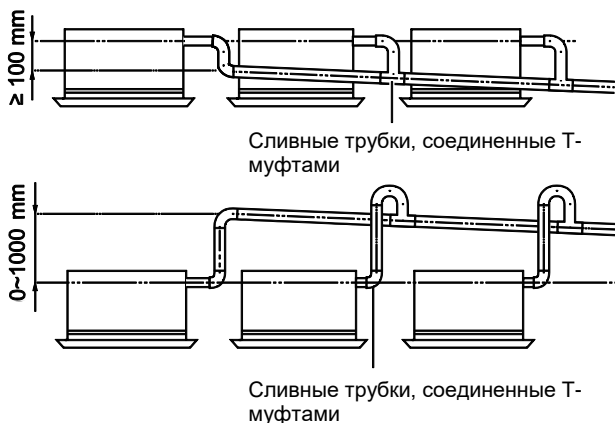

Рис. 20
- (3) При соединении нескольких дренажных труб действуйте согласно Рис. 20. Используйте дренажные трубы, размер которых соответствует рабочей мощности устройства.